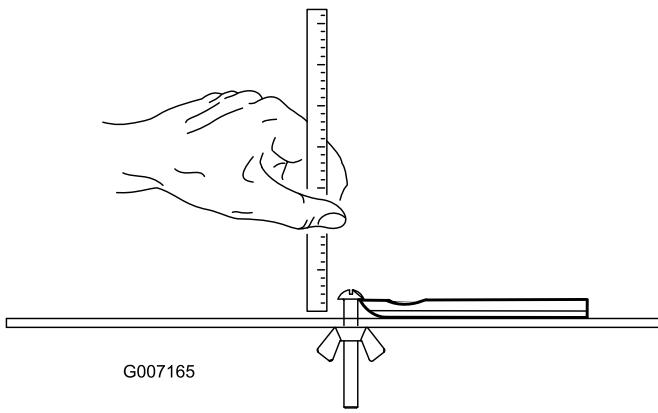

Bild 20
**Hinweis:** Alle Werte für das Untermesserwartungslimit beziehen sich auf die Unterseite des Untermessers (Bild 20)